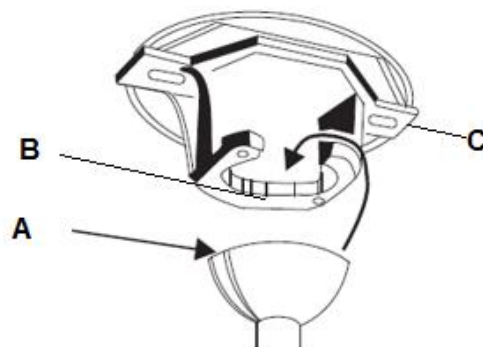
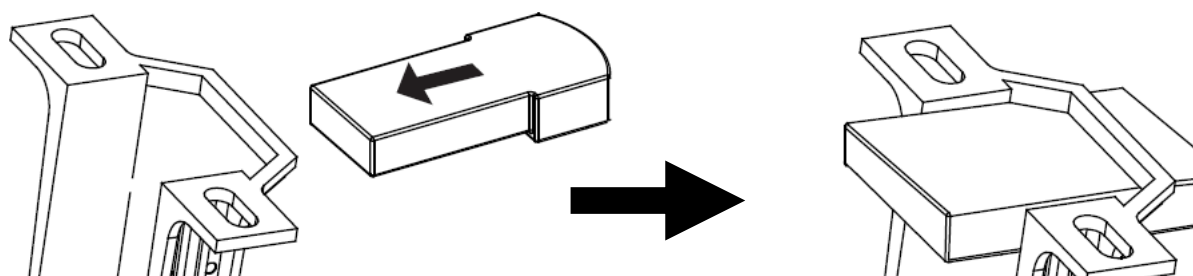

Fig. 5
Fig. 9
Avvicinare il ventilatore alla staffa di supporto. Assicurarsi che la fessura (A) del giunto sferico sia posizionata sul perno (B) della staffa di supporto (C), in modo tale da evitare che il ventilatore ruoti quando è in funzione (Fig. 5).
- Fissare il ventilatore alla staffa di supporto (consultare la sezione "Fissaggio del ventilatore" e la Fig. 5 a pagina 6).
- Collegare il connettore rapido della staffa (1) al connettore rapido di ingresso del ricevitore (2).
- Collegare il connettore rapido di uscita del ricevitore (3) al connettore rapido del ventilatore (4).
- Inserire con attenzione il ricevitore del telecomando sopra il giunto sferico, nello spazio rimanente all'interno della staffa di supporto. Fare attenzione a non danneggiare o allentare alcun cavo (5 e Fig. 9).